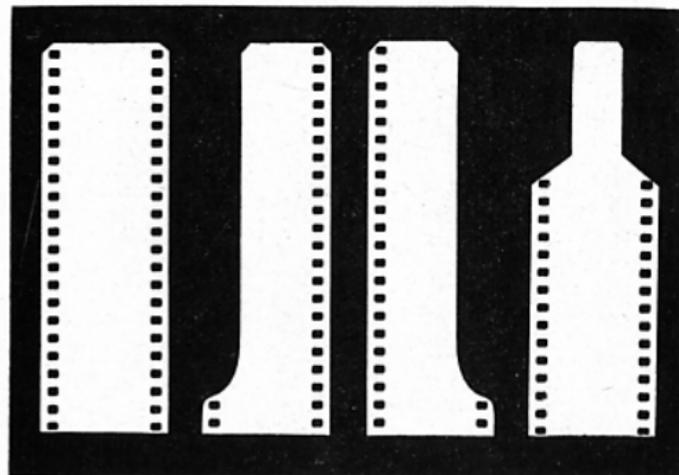
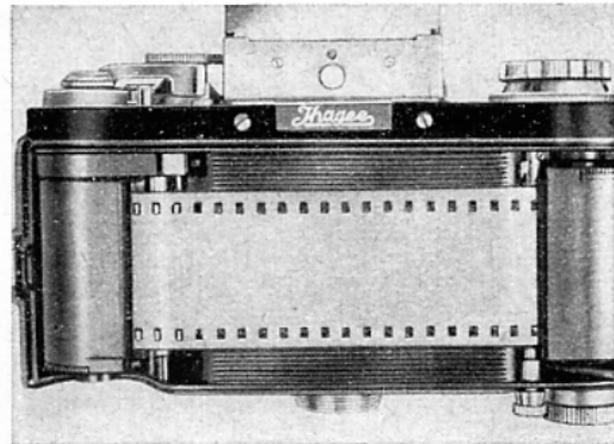

Abb. 31
Abb. 36
Zuschnitt des Filmanfangs nötig, es läßt sich jeder handelsübliche Zuschnitt verwenden. Benutzt man eine leere Filmpatrone oder eine Patrone zum Aufwickeln, dann richtet sich der Zuschnitt nach dem Spulenkern (Beispiele siehe Abb. 31). Das Filmeinlegen geschieht wie folgt: Kamera-Rückwand öffnen, wie in Abschnitt A beschrieben. Rückspulknopf (37) kräftig bis zum Anschlag herausziehen. Patrone mit dem un-
beschrieben - verfahren. Lediglich die Aufwickelspule (29) wird entfernt und dafür eine zweite Patrone eingesetzt. Die Patrone ist beim Filmeinlegen zu öffnen und der Filmanfang an ihrem Spulenkern zu befestigen (Filmschnitt siehe Abb. 31). Dann ist die Patrone so einzusetzen, daß der geschlitzte Mitnehmer des Filmtransporthebels (6) den Steg des Kernes faßt und der Film mit der Schicht (= matte Seite) nach innen aufgewickelt wird. Der genaue Lauf des Films ist aus der Abb. 36 zu erkennen. Zur Kontrolle